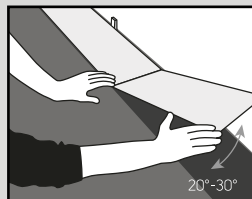

Fig. 2
2. Instale la primera hilera, asegurándose de que los bordes cortos queden embonados juntos (Fig. 2).